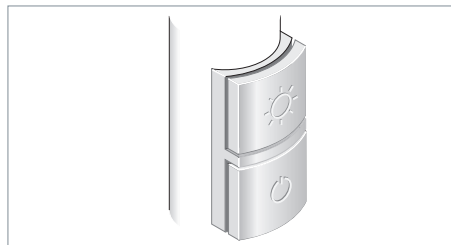

Fig. 16: élément de commande pour un luminaire utilisable de manière synchrone (standard).
- élément de commande pour un luminaire utilisable de manière synchrone (standard), voir Fig. 16
- Appuyez sur la touche supérieure ou inférieure, voir Fig. 16.
- Appuyez sur la touche inférieure, voir Fig. 16.
- Appuyez sur la touche supérieure et tenez-la appuyée, voir Fig. 16.